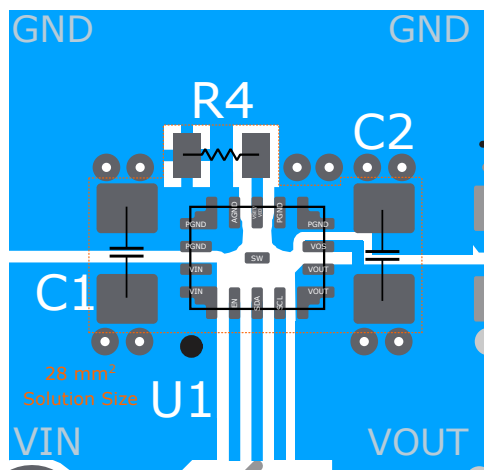

図 9-28. レイアウト例
- 部品の配置、配線、熱設計の例については、図 9-28 を参照してください。